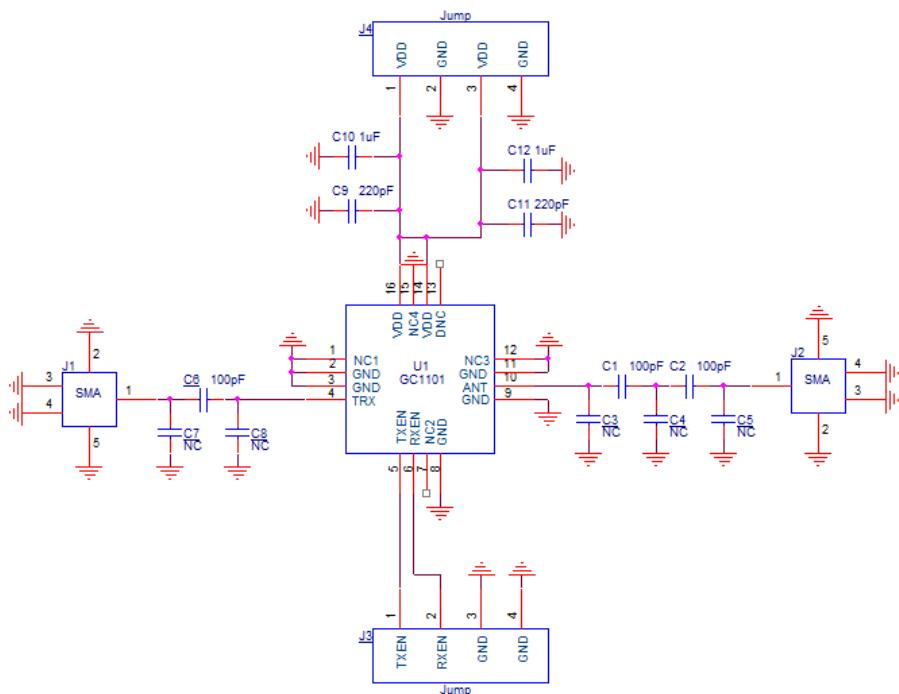

图 2-1
原理图设计可以参考如下图 2-1，这也是我们 EVB 板的设计方案。
- 2.1 GC1101 内部 VDD 是接通的，图 2-1 中的 C9/C10 或 C11/C12 只要选一组即可。